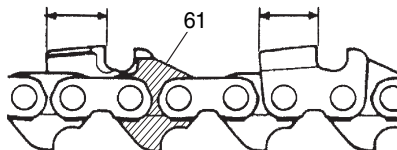

Fig. 47
- 5) Mantenga la misma longitud en todas las cuchillas. (Fig. 47)
No lime ni altere la parte superior de los eslabones del parachoques (61). (Fig. 47)